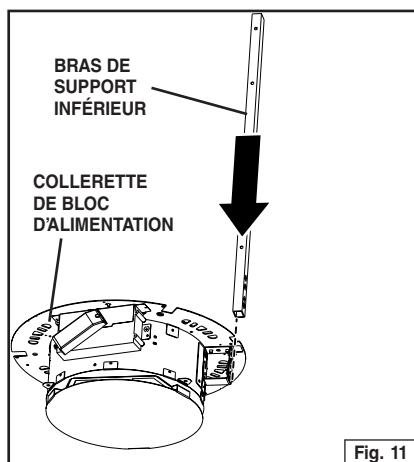

Fig. 11
5. Attachez les bras de support inférieur à chaque bloc d'alimentation. Glissez le bras de support à travers la fente dans le rebord du bloc d'alimentation. Fig 11.